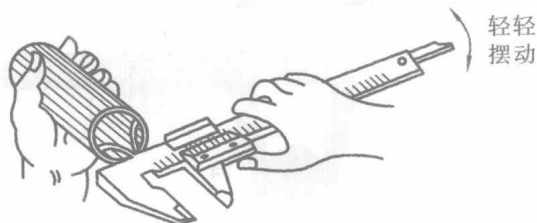

图 1-4 游标卡尺的测量方法
(2)测量外部尺寸时,应先把量爪张开得比被测尺寸稍大,测量内径时,应把量爪张开得比被测尺寸小些,然后使量爪轻轻接触被测表面。测量内尺寸时可轻轻摆动卡尺,以便找出最大值,如图 1-4 所示,但不要使劲转动卡尺。同时注意不要歪斜,以防产生更大的测量误差。